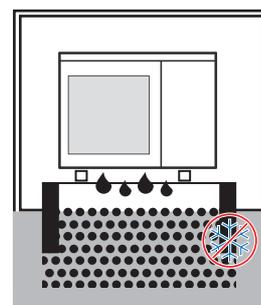

Bild 3-2 Einhausung, Abstandsmaße siehe Bild 5-2
- hausen Sie das Außengerät ein (Bild 3-2).